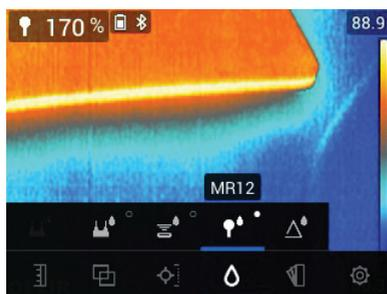

Figure 7.12 Sélection du mode MR12 (sonde d'humidité à bille en option)
Si vous utilisez la sonde d'humidité à bille MR12 en option, vous devez sélectionner le mode MR12. Connectez le MR12 à la prise RJ accessoire située en dessous du MR277 (sous le volet de protection), puis sélectionnez le MR12 dans le menu du mode Humidité, comme illustré à la **Figure 7-12**.
2. Sélectionnez l'option sonde MR12 dans le menu (*mode Humidité/MR12*) ; voir la **Figure 7-12** ci-dessus.